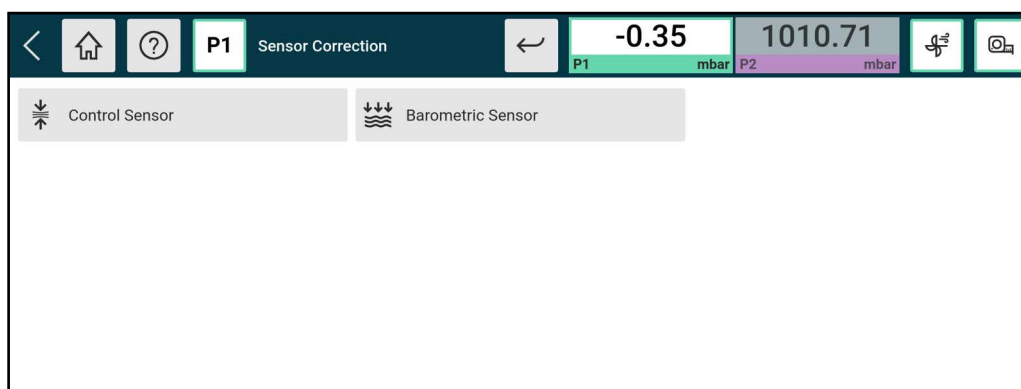

Figura A-7: Tela de Correção do Sensor
- **Correção do Sensor** - seleciona a **tela de Correção** do Sensor (veja Figura A-7).
Figura A-7 mostra a **tela de Correção** do Sensor, onde você seleciona o sensor a ser verificado ou ajustado. Isso pode ser o Sensor de Controle ou o Sensor Barométrico como mostrado, ou outros instalados nos módulos de Controle. Para encontrar essa tela, selecione o **ícone de Configurações**, depois **Calibração** e insira o PIN de calibração, depois selecione **Correção** do Sensor.